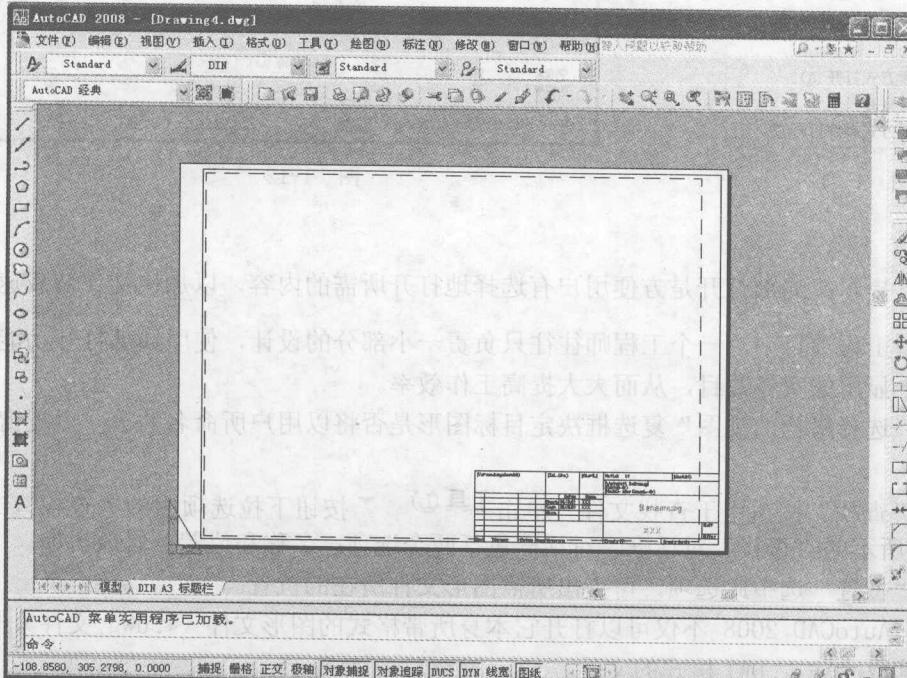

图 1-10
**提示：**可以以选中的样板文件为样板创建新图形，此时会显示图形文件的布局（选择样板文件 acad.dwt 或 acadiso.dwt 除外）。例如，以样板文件 ISO A3-Color Dependent Plot Styles 创建新图形文件后，如图 1-10 所示。